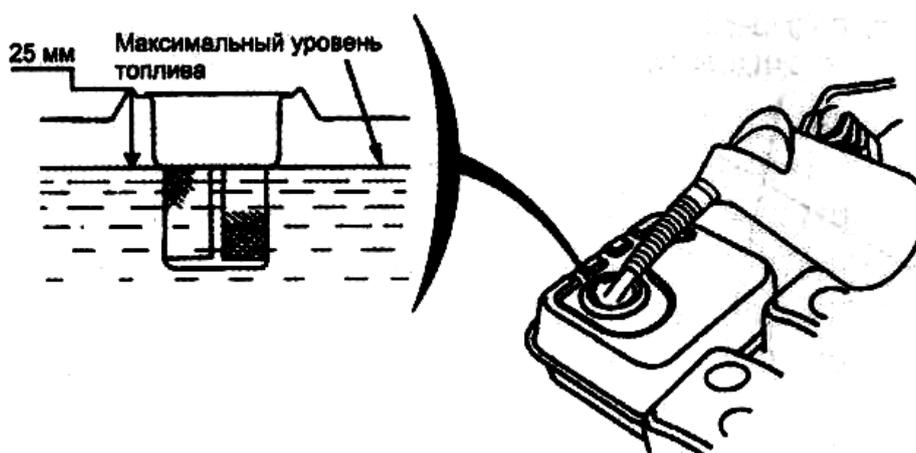

Рисунок 2.13 – Проверка уровня топлива
Не заполняйте топливный бак полностью. Заливайте бензин в топливный бак до уровня примерно на 25 мм ниже верхнего края заливной горловины, чтобы оставить пространство для теплового расширения топлива. В зависимости от условий эксплуатации, может потребоваться уменьшить уровень топлива в баке. После заправки топливного бака убедитесь в том, что пробка заливной горловины закрыта должным образом (рис.2.13).
**ПРИМЕЧАНИЕ.** Не заполняйте выше плеча топливного фильтра (максимальный уровень топлива (рис. 2.13))